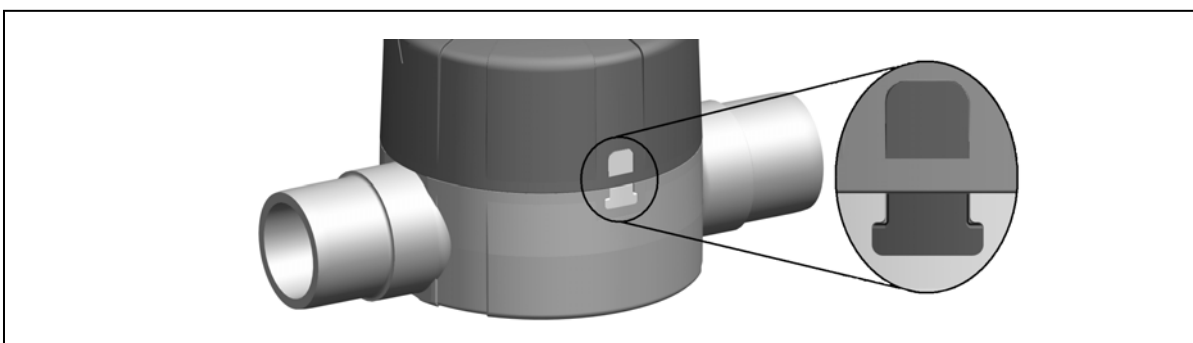

Fig. 16
- y que el indicador de posición semirredondo se alinee con el cierre por fricción, véase Fig. 16